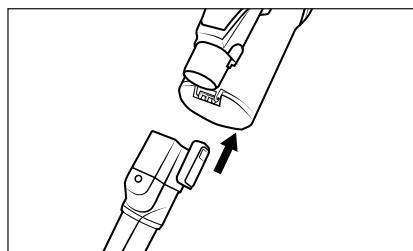

Fig. 14
- Utilice la boquilla para tapicería ⑯ para aspirar superficies textiles como muebles tapizados, colchones o asientos del coche. Monte la boquilla para tapicería ⑯ antes del primer uso.
- ◆ Monte el accesorio en el tubo de aspiración ⑬ o en el orificio de aspiración del aparato hasta que encastre con un chasquido (consulte la fig. 14). Para ello, asegúrese de que el encastre esté en la posición correcta.